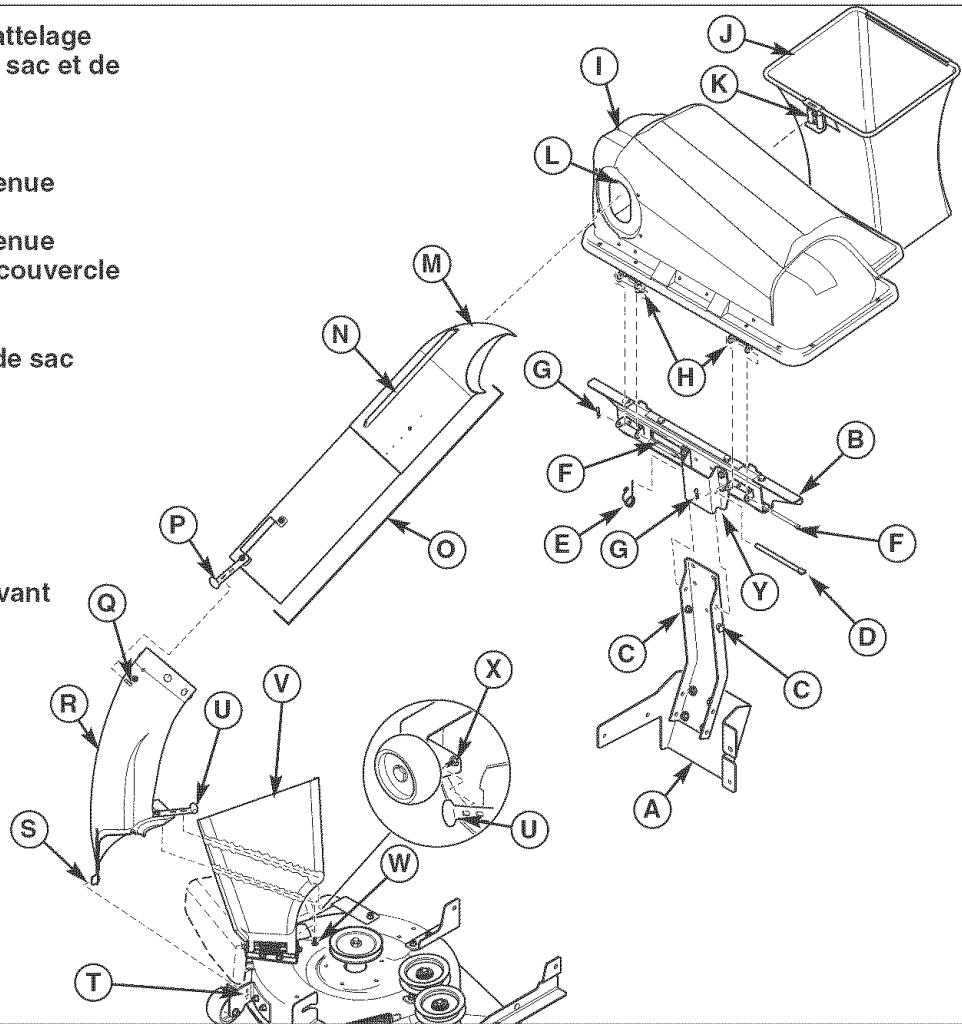

Figure 29. Installation normale et dépose
1. Attacher l'ensemble de support de sac et de couvercle (B) à l'ensemble de support d'attelage (A, Figure 29) en glissant la fixation de support (Y) en place jusqu'à obtention de plein contact avec les boulons à épaulement (C).
2. Insérer la goupille de fixation (D) dans la fixation de support (Y) et montant de l'ensemble d'attelage (A).
3. Fixer la goupille de fixation (D) à l'aide du ressort de bague de retenue (E).
4. Attacher l'ensemble de couvercle (I) à l'ensemble de support de sac (B) à l'aide des pivots de charnières du couvercle (H). Fixer l'ensemble de couvercle (I) au support de sac (B) à l'aide des pivots de charnière (F) et des ressorts de bague de retenue (G).
1. Décrocher la sangle en caoutchouc (P, Figure 29) de la goupille (Q), puis retirer l'ensemble de tube (O) de la goulotte inférieure (R) et du couvercle (I).
2. Relever le couvercle (I) et retirer les sacs (J) de l'ensemble de support de sac et de couvercle (B).